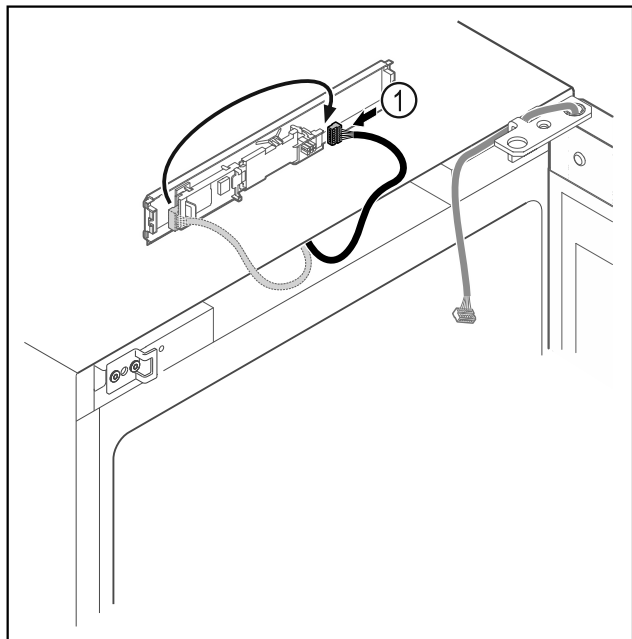

Fig. 11
- ▶ Преместете щекера Fig. 11 (1) на платката.